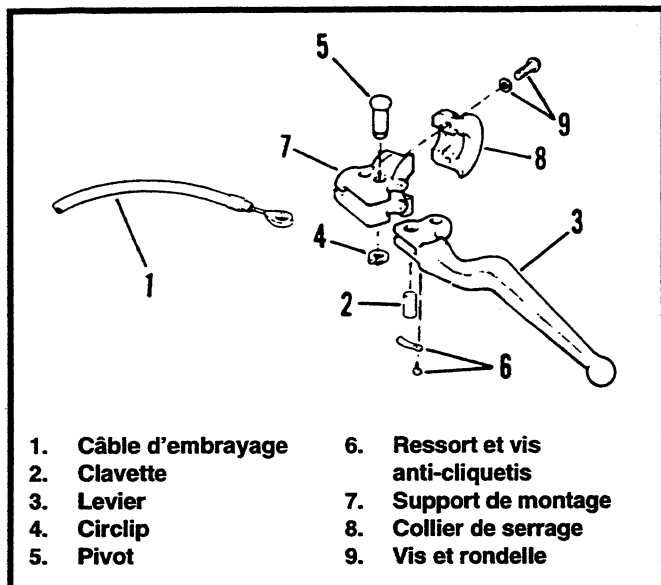

Figure 2-49. Commande manuelle de l'embrayage
Levier et câble d'embrayage – Partie supérieure (Figure 2-49)
Commande manuelle d'embrayage (Figure 2-49)
- Voir Figure 2-49. Installez le ressort et la vis anti-cliquetis (6) en dessous du levier (3).
- Reliez l'extrémité de la partie supérieure du câble (1) au levier d'embrayage (3) à l'aide de la clavette (2).
- Positionnez le levier dans son support de montage (7).
- Appliquez une petite quantité de Loctite® ANTICORROSION sur le pivot (5). Fixez le levier au support de montage à l'aide du pivot (5) et du circlip (4).
Commande manuelle de l'embrayage (Figure 2-49)